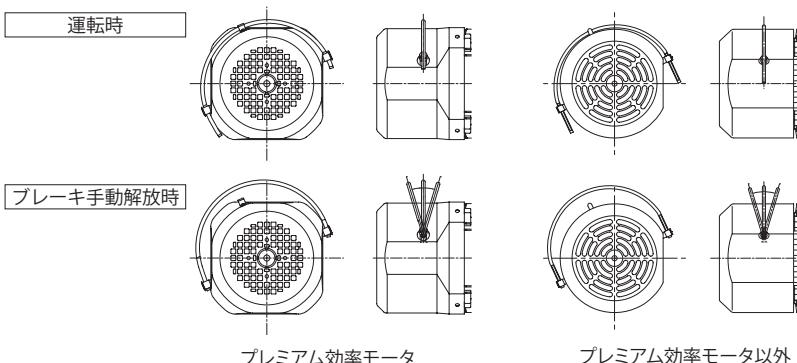

図 8-16
- ゆるめレバーを押し倒すだけで、ブレーキの解放操作を行うことができます。(図8-16参照)
- (1)ゆるめレバーをホルダーから引き上げ、負荷側または反負荷側に倒せばブレーキは解放されます。(仕様によっては、ゆるめレバーを負荷側に倒せない場合があります。)